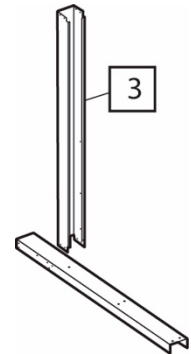

Abb. 4.
- Nun bringen Sie, wie in Abb. 4 gezeigt, die Mittelstütze bzw. Säule (3) an der Oberseite der beiden Profile an.